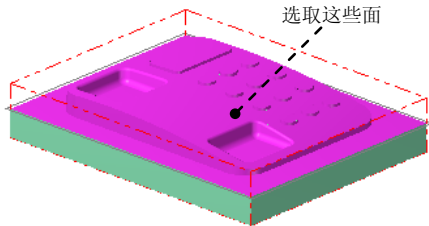

图 10.2.5 设置加工面
(1) 设置加工面。在图形区中选取图 10.2.5 所示的面（共 95 个），然后按 **Enter** 键，系统弹出“刀路/曲面选择”对话框。